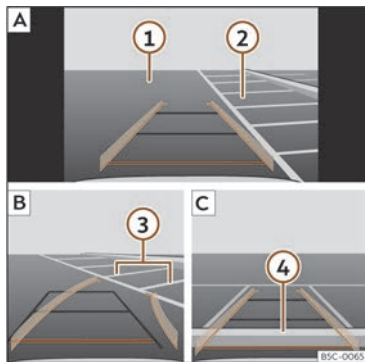

Fig. 139 Visualización en la pantalla del sistema de infotainment: apcar con el asistente de marcha atrás.
Leyenda de la >>> **fig. 139:**
- Sitúe el vehículo delante del hueco de aparcamiento >>> fig. 139 ② A.
- Retroceda girando el volante de manera que las líneas amarillas se introduzcan en el hueco de aparcamiento. Las líneas verdes y amarillas tienen que coincidir con las líneas de delimitación laterales ③ B.
- Detenga el vehículo cuando la línea roja haya alcanzado la delimitación trasera ④ C.